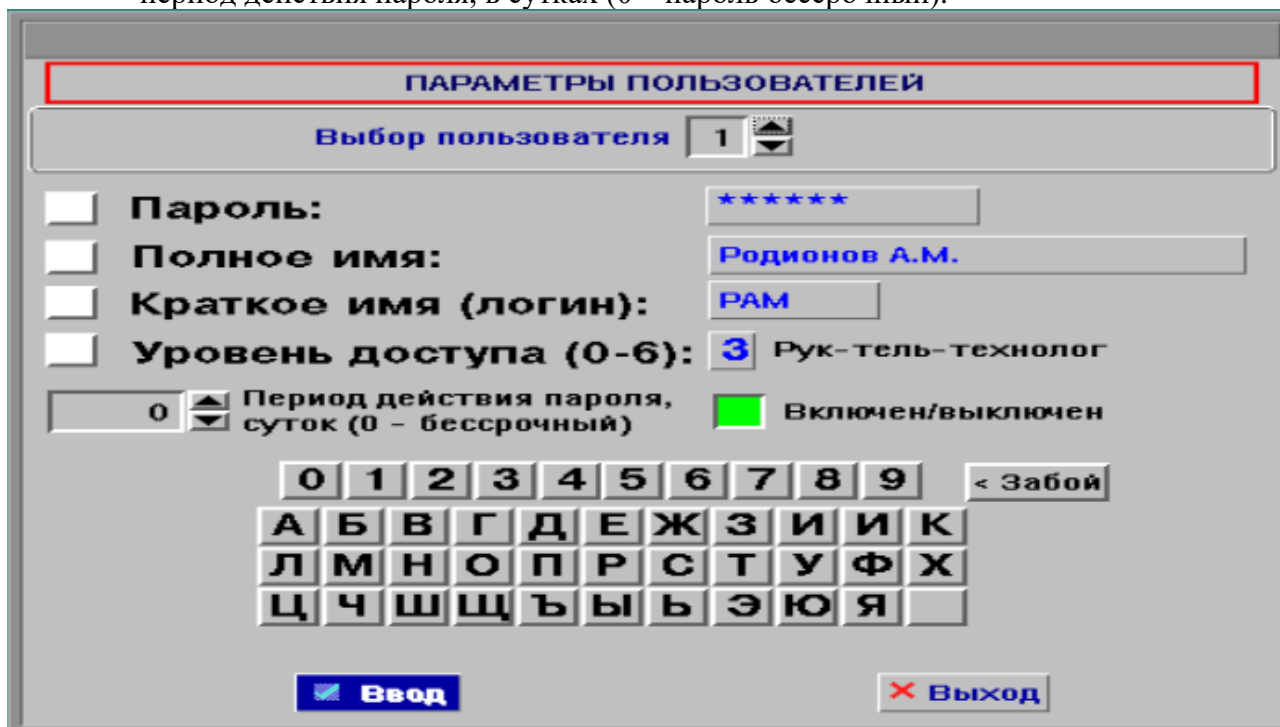

Рисунок 25 - Окно корректировки параметров пользователей
7.21.1 Для корректировки параметров пользователей, допущенных к работе с системой, необходимо в исходном состоянии системы «мышью» нажать на кнопку «Сервис» и в открывшемся меню выбрать тему «Список пользователей». При наличии соответствующих прав доступа на экране дисплея появится окно корректировки параметров пользователей (см. рис. 25).